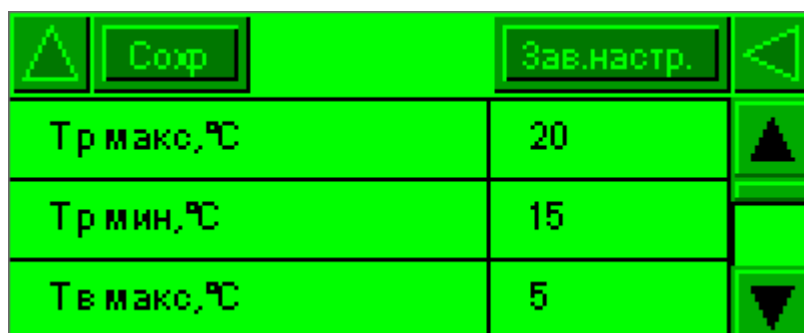

Рисунок 14 – Экран редактирования параметров автоматического режима работы обогрева стрелочных переводов
- 1.4.4.7 Экран редактирования параметров автоматического режима (рисунок 14) позволяет редактировать 2 набора температурных порогов и временной параметр «время догрева» (1.3.1.2).